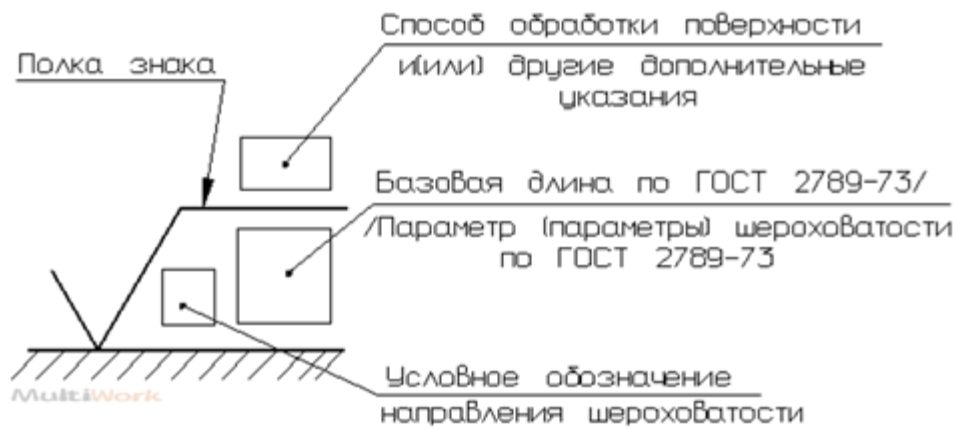

рис.4
**6. Шероховатость поверхностей.** Все мелкие неровности называются шероховатостью поверхностей. Она указана в графической части чертежа или в верхнем правом углу документа. Например, обозначение шероховатости может выглядеть вот так (рис. 4):